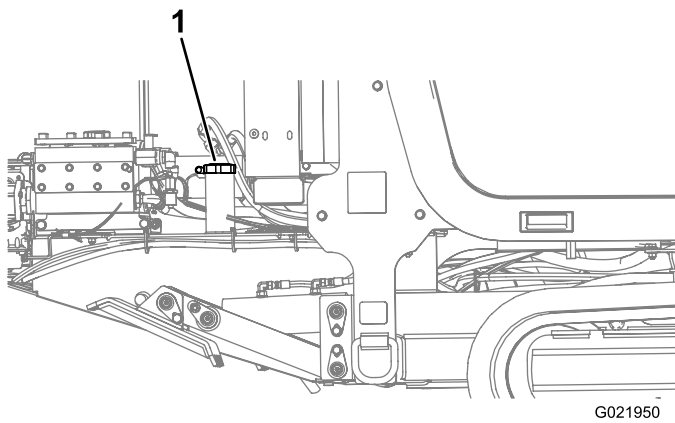

Figura 67
4. Retire el tapón del depósito de combustible (Figura 67).